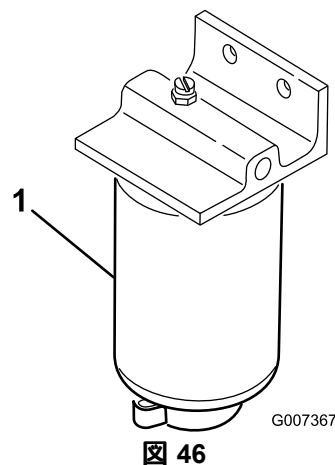

図 46
1. 燃料フィルタの下に汚れのない容器をおく 図 46。
2. フィルタの取り付け部周辺をウェスできれいにぬぐう 図 46。